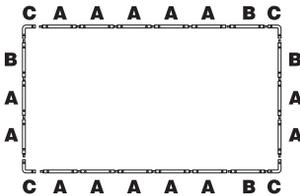
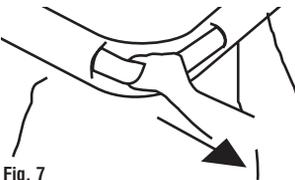

Fig. 6
Fig. 7
Inserite per ognuna delle pareti corte, attraverso i tagli verticali per il lato corto, due tubolari di tipo ④ e uno di tipo ⑤. Concludete la formazione del bordo, inserendo un tubolare di tipo ③ per ognuno degli angoli in modo tale da ottenere una composizione come mostrato in figura (Fig. 6), con l'avvertenza di uscire dal taglio angolare con la curva del supporto ③ in modo tale da far calzare perfettamente le porzioni angolari del telo sulle curve del bordo, tirando verso l'esterno della piscina (Fig. 7). Successivamente collegate i tubolari ④, ⑤, ③ tramite gli appositi innesti con clip (Fig. 8).